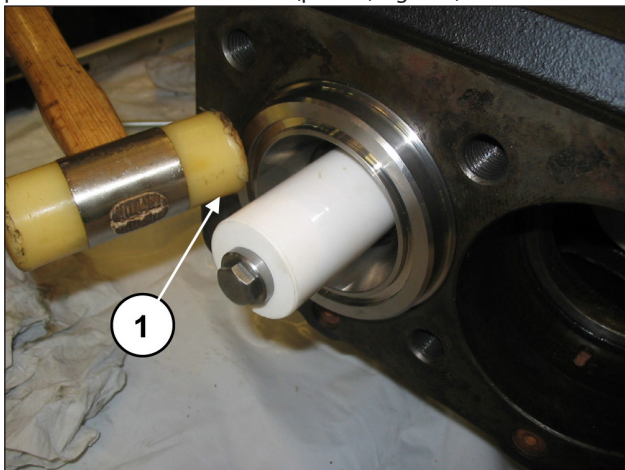

Fig. 141
Certifique-se de que o bloco da camisa - suporte chegue a se posicionar no fundo do local (pos. ①, Fig. 141).